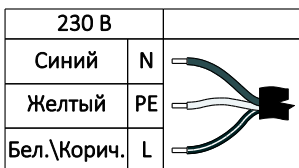

Рисунок 2. Схема подключения питания.
4.3 Произвести подключение светильника согласно электрической схеме (рисунок 2). Соединение светильника с питающим кабелем должно быть выполнено способом, обеспечивающим герметичность (коробка, кабельная муфта и пр.).